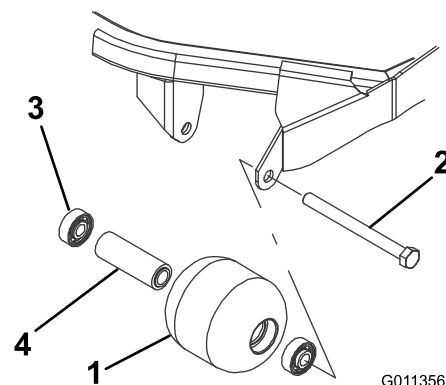

Figura 72
1. Retire el perno de montaje del rodillo (Figura 72).
4. Inspeccione el alojamiento del rodillo, los cojinetes, y el espaciador del cojinete (Figura 72) Sustituya cualquier componente dañado y móntelos.
1. Introduzca a presión el primer cojinete en el alojamiento del rodillo (Figura 72). Haga presión solamente sobre el anillo de rodadura exterior, o de forma igual sobre el anillo exterior y el interior.
2. Introduzca el espaciador (Figura 72).
3. Introduzca a presión el segundo cojinete en el alojamiento del rodillo (Figura 72). Presionando uniformemente sobre el anillo de rodadura interior y el exterior hasta que el anillo de rodadura interior entre en contacto con el espaciador.